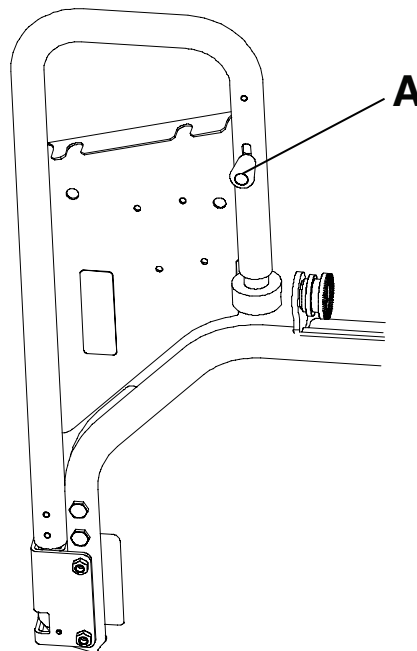

图 7 – 红色旋钮位置
2. 要从担架上移除延长件，将延长件下的红色旋钮(A)朝向您拉动(图 7)。向下旋转延长件，然后将延长件直接拉出插孔。